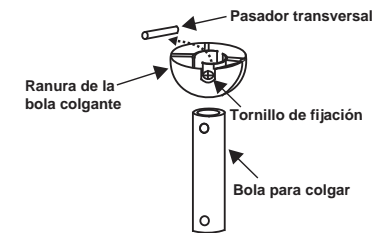

Figura 6
Paso 3. Extraiga la bola de colgado de la varilla interior aflojando los tornillos, extrayendo el pin cruzado y deslizando la bola por la varilla (Figura 6).